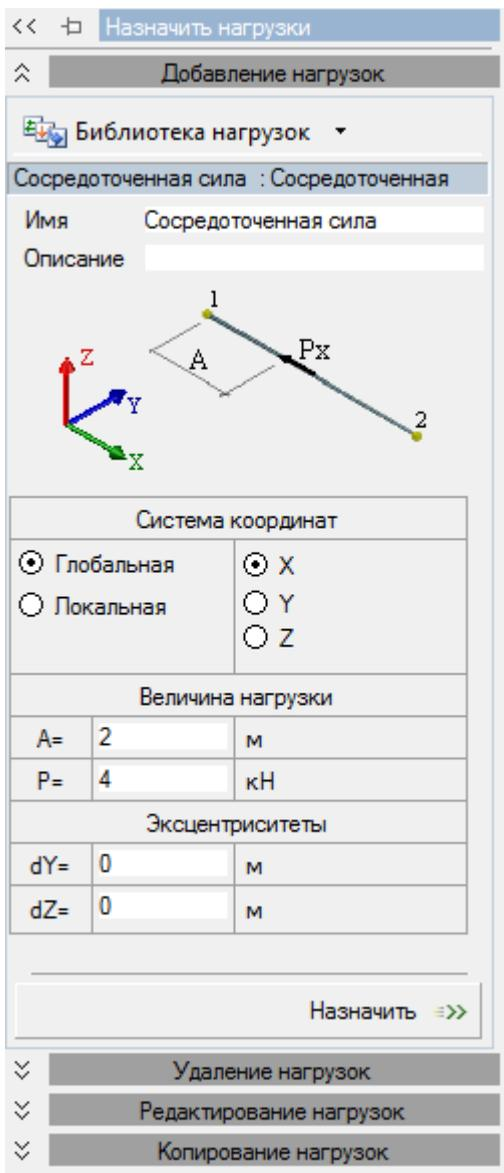

Рис. 78. Панель Назначить нагрузки
- Радиокнопкой укажите направление силы — вдоль оси **X** (рис. 78).